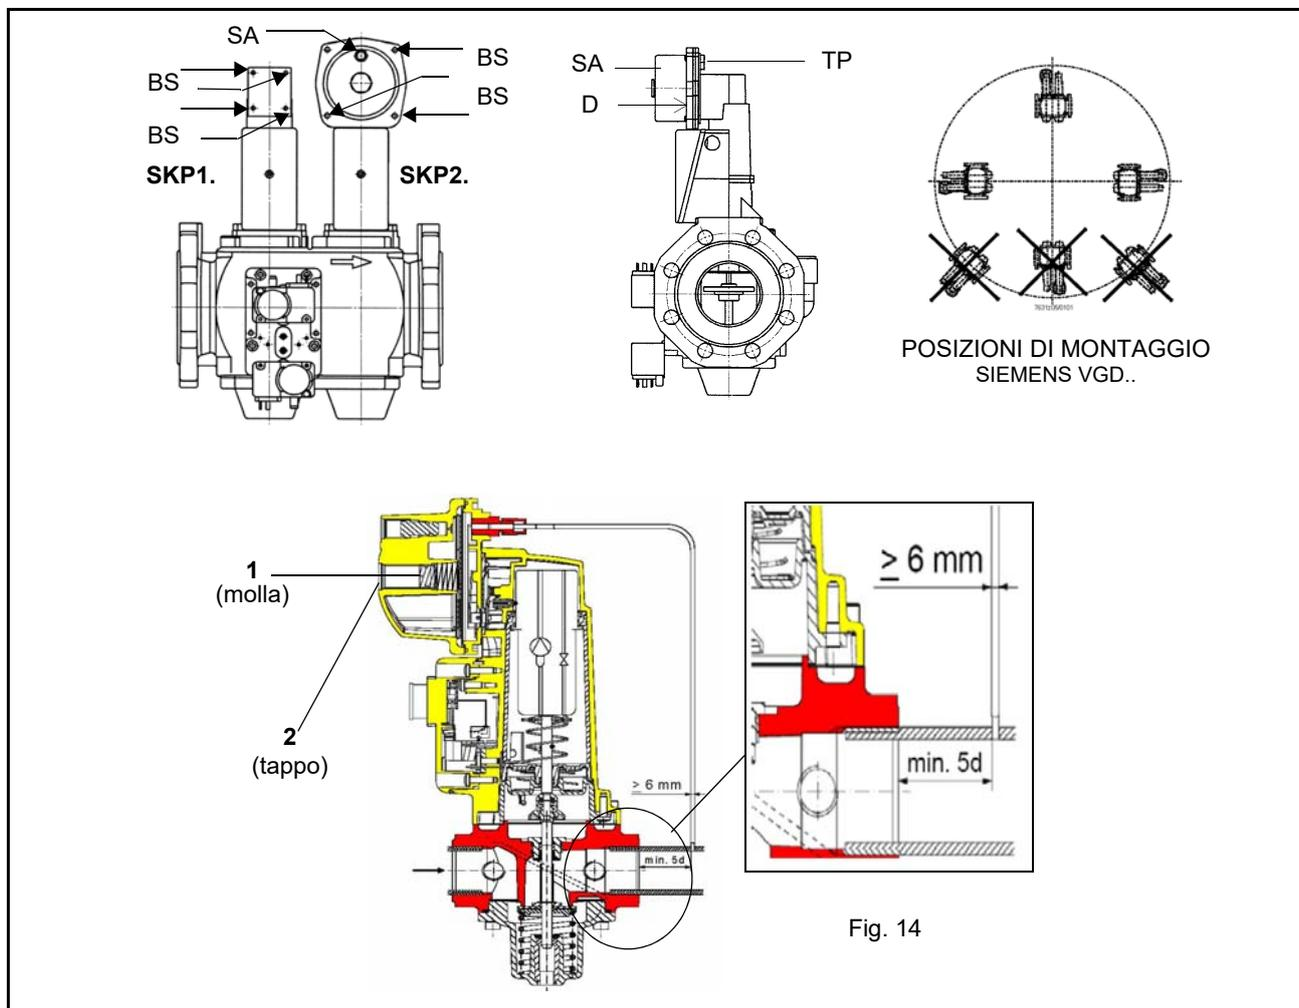

Fig. 14
**Attenzione:** il diaframma D dell'SKP2 deve essere verticale (vedi Fig. 14).